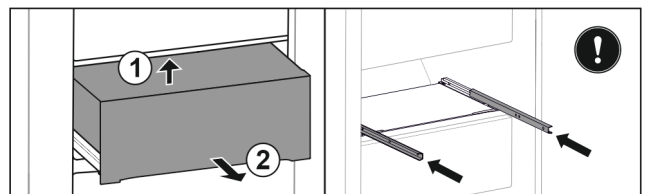

Fig. 97
- ▶ Schubfach von unten hinten anheben. Fig. 97 (1)
- ▶ Schubfach nach vorne entnehmen. Fig. 97 (2)